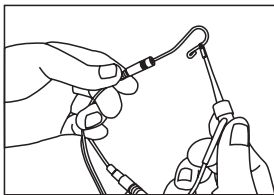
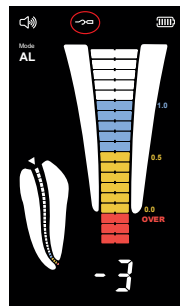

Bild 5
Bild 6
d) Låt läppkroken vidröra filklämmans böjda tråd [som visas i bild 5] och kontrollera att anslutningsikonen på LCD-skärmen visas stadigt [som visas i bild 6], annars betyder det att filklämman eller mättråden är skadad och bör bytas ut.